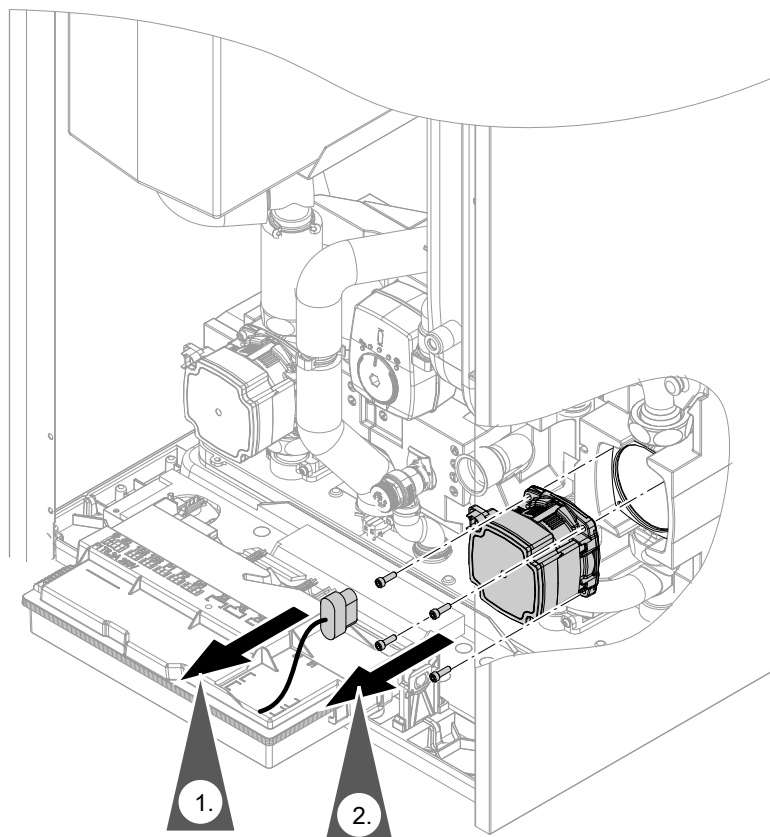

Abb. 101
- Anschluss-Stecker Umwälzpumpen: Siehe Abb. 101.